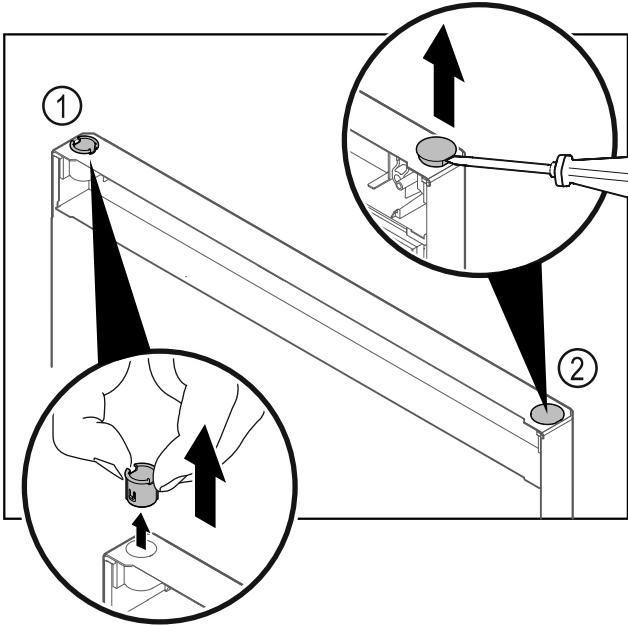

Fig. 29
- Витягніть шарнірну втулку Fig. 29 (1) пальцями.
- За допомогою шліцевої викрутки обережно піdnіміть заглушку Fig. 29 (2) та витягніть її.